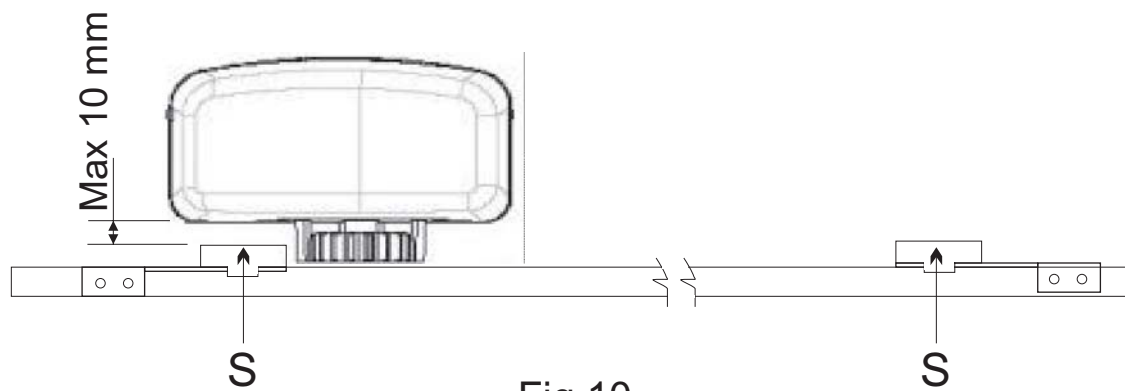

Fig.10
Posizionare le staffe di fine corsa in modo che il punto indicato (S) in fig.10 sia al centro del pignone. La distanza da tenere tra magneti e motore Deve essere tra i 5 e 10 mm.